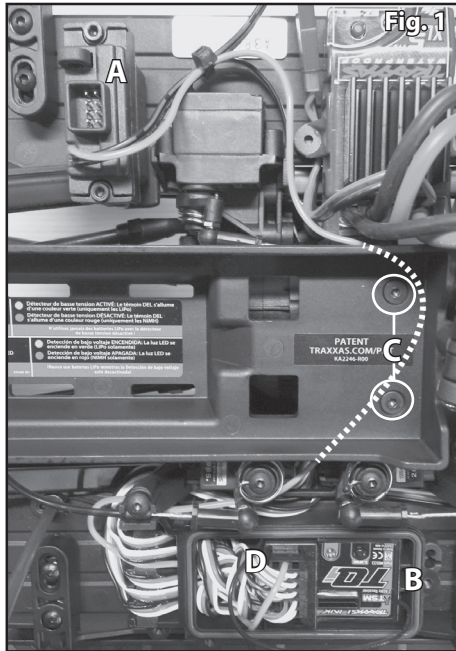

Fig. 2
1. Installez les modèles inclus sur la carrosserie. Alignez les flèches avec les lignes de la carrosserie sur la calandre et le hayon, comme indiqué aux figures 2 et 3.